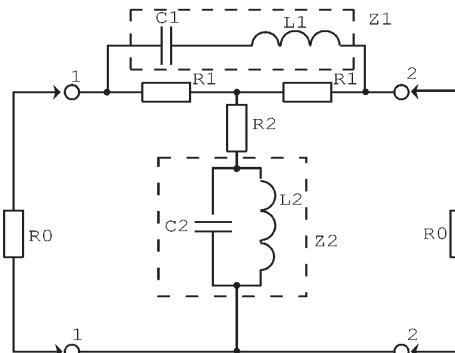

рис. 3
Из физического смысла построения эквалайзера (рис.3) с учетом этого равенства ясно, что последовательный колебательный контур L1C1 и параллельный колебательный контур L2C2 настроены на верхнюю рабочую частоту  $\omega_b$  и являются дуальными по отношению друг к другу. На верхней частоте  $\omega_b$  эквалайзер эквивалентен двухпроводной линии передачи, а на нулевой частоте ( $\omega=0$ ) – согласованному Т-образному аттенюатору.
7. Рассчитывают номинальные значения реактивных элементов (рис.3):